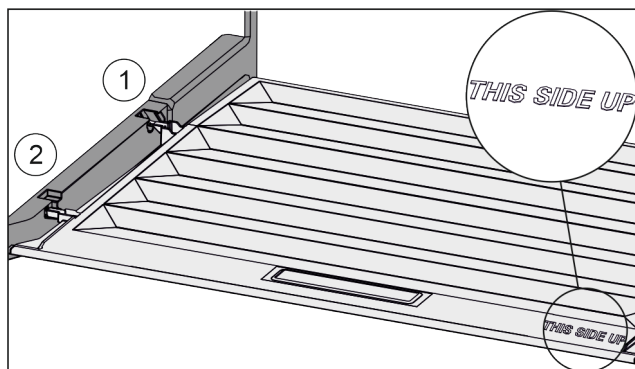

Fig. 79
- ▶ Вставить поперечные ребра крышки через отверстие заднего держателя Fig. 79 (1) и защелкнуть спереди в держателе Fig. 79 (2).